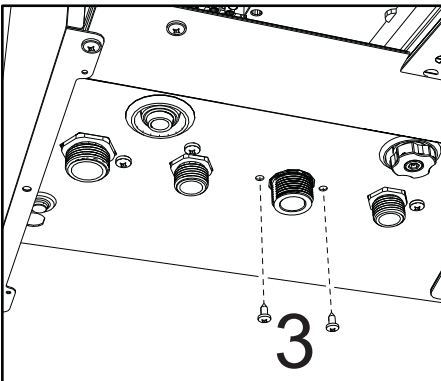

fig. 58
- Undo the screws "3" (fig. 58)